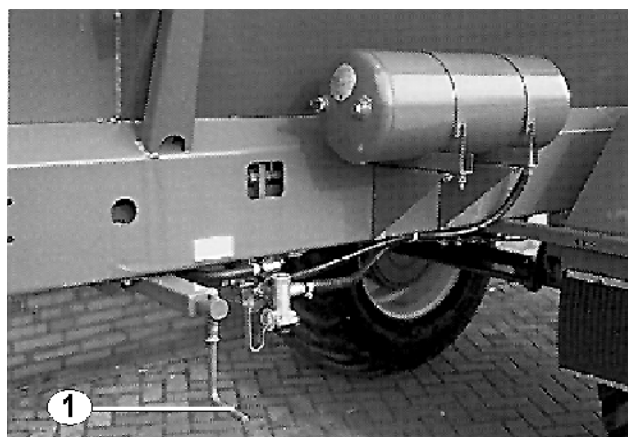

Fig. 14
- Tournez vers la gauche la manivelle (Fig. 14) jusqu'en butée sur le côté du châssis
- Desserrez le frein à main de stationnement (Fig. 14/1):